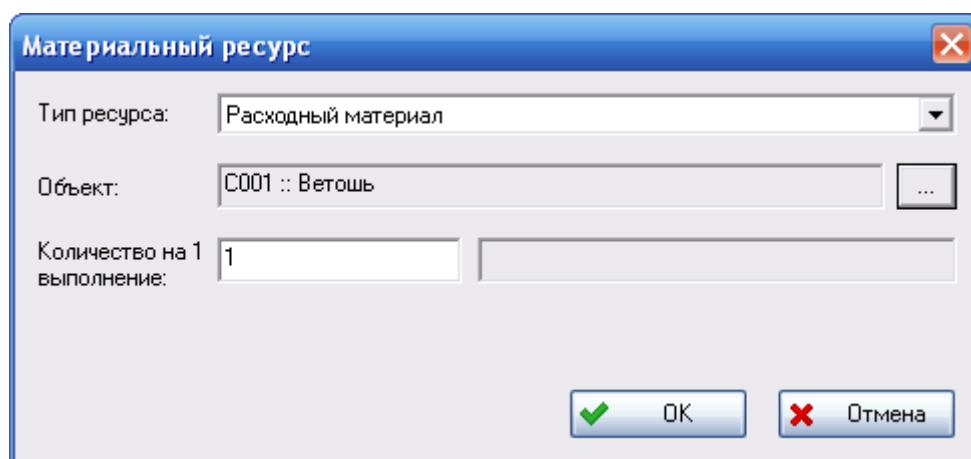
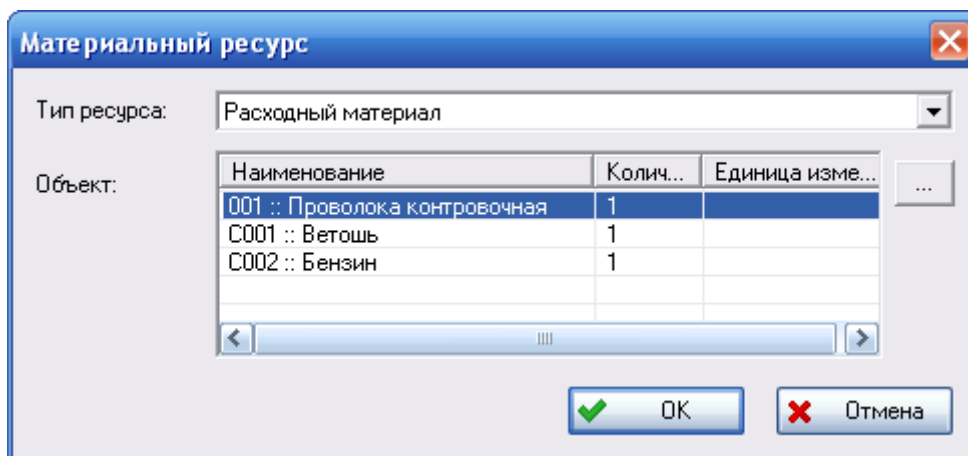

Рис. 2-27
Рис. 2-30
В появившемся диалоговом окне **Материальный ресурс** (рис. 2-27):
- После выбора ресурса заполнится поле **Объект** в окне **Материальный ресурс** (рис. 2-27). Если одновременно было выбрано несколько изделий, окно **Материальный ресурс** пример вид, представленный на рис. 2-30.